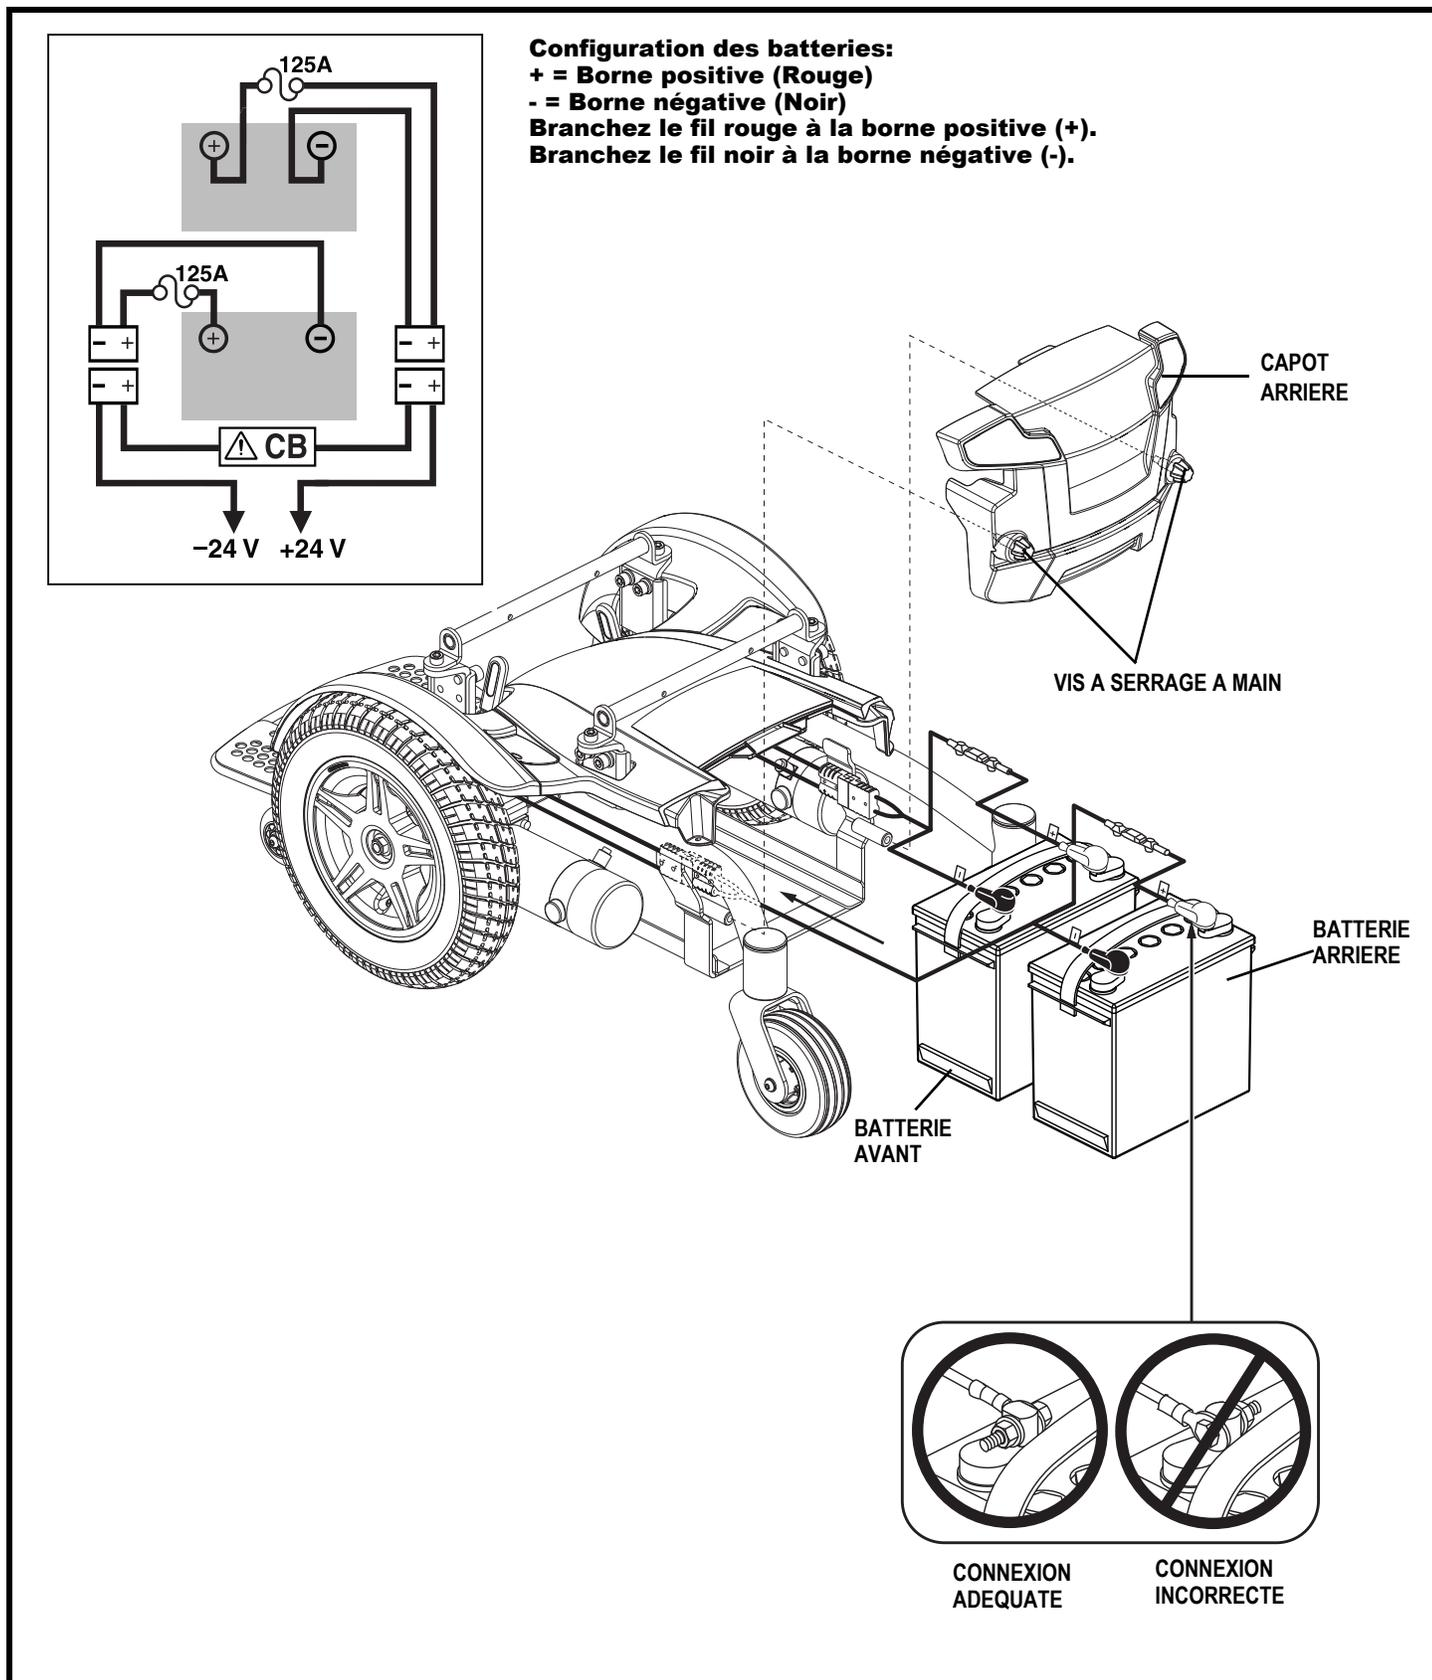

Figure 18. Installation des batteries
5. Desserrez les vis à serrage à main à l'arrière du fauteuil motorisé. **Voir la figure 18.**
7. Débranchez les câbles de la batterie des bornes de chaque batterie. **Voir figure 18.**
9. Installez des batteries neuves dans la base motorisée. Assurez-vous que les bornes de chaque batterie soient orientées vers l'arrière du fauteuil motorisé. **Voir la figure 18.**
10. Branchez les bornes de la batterie avant aux câbles arrière en respectant le diagramme. Assurez-vous que les connecteurs font face dans la bonne direction. **See figure 18.**
11. Branchez les bornes de la batterie arrière aux câbles arrière en respectant le diagramme. Assurez-vous que les connecteurs font face dans la bonne direction. **See figure 18.**